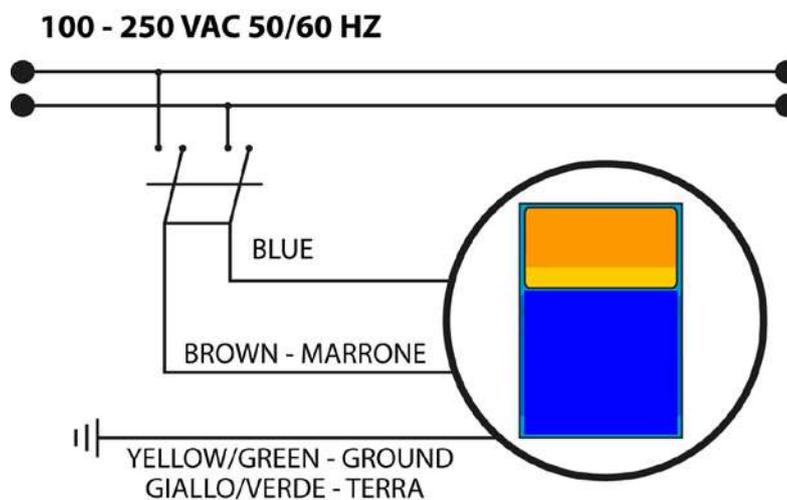

Fig. 2 – Collegamento elettrico
- Assicurarsi che la stessa sia disattivata elettricamente (entrambe le polarità) staccando i conduttori dai punti di contatto della rete attraverso l'apertura di un interruttore omipolare con distanza minima tra i contatti di mm 3 (Fig.2).
Rispettare le norme in vigore nei diversi paesi per quanto riguarda l'installazione elettrica. Se il cavo di alimentazione è privo di spina elettrica, l'apparecchiatura deve essere collegata alla rete di alimentazione tramite un interruttore onnipolare sezionatore avente una distanza minima tra i contatti di mm. 3. **Prima di accedere ai dispositivi di collegamento, tutti i circuiti di alimentazione devono essere interrotti (Fig. 2).**